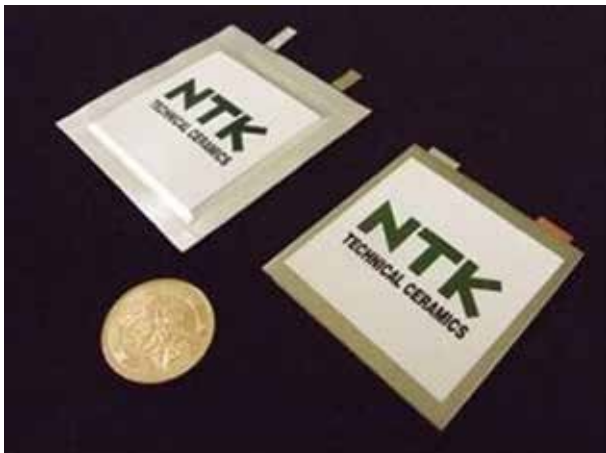

図7 酸化物固体電池の外観写真
② リサイクルに適するキャパシタ設計
③ 非Li系キャパシタの開発
①では、蓄電池市場で競合品となるLiBの優位性は、正極材料にあると考える。LiCの正極材料は活性炭であり、例えばヤシ殻原料である活性炭では、ヤシの木のCO2固定化量を考慮すれば、非常に優れた材料であると言える。
②では、現在各機関では、LiBのリサイクル技術開発を積極的に進められているが、LiCも同様に加速させる必要がある。この点においても、活性炭が重要なポイントになる。活性炭自体のリサイクル技術に留まらず、正極電極体からのリサイクルプロセスを意識したい。
③では、ナトリウムおよびカリウムといった非リチウム系キャパシタの開発も進めている(図7)。使用金属にレアメタルを含まないため、カーボンニュートラルに貢献できる
【図7】各種蓄電池の使用金属
これまでに弊社で開発した酸化物固体電解質材料、およびそれを用いた非焼結型電池の開発事例を紹介した。弊社では、塑性材料の選定や改良といった材料開発と、電池化のためのプロセス開発を積み重ね、2021年に、酸化物系固体電池ではクラス最高水準の容量・サイズの固体電池を開発し、プレスリリースを行った「2」(図7)。